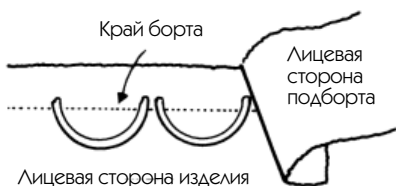

Рис. 293
### **ВОЗДУШНЫЕ ПЕТЛИ, ЗАКРЕПЛЕННЫЕ ПОД ПОДБОРТОМ (РИС. 293)**
1. Разрежьте рулик на отрезки, равные по длине, которую нужно с точностью определить, и расположите лицом к лицу изделия, придавая им желаемый изгиб (рис. 293).